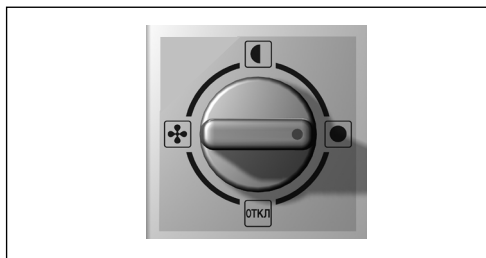

Рисунок 1 – Ручка переключателя режимов работ
Ручка переключателя режимов расположена справа от решетки (рисунок 1, приложение А) и имеет четыре положения, соответствующих режимам работы:
6.3 Установить ручку переключателя режимов (рисунок 1) в положение «ОТКЛ».
7.1.1 Для включения тепловентилятора в режиме вентиляции без включения нагревателей установить ручку переключателя (рисунок 1) в положение «**g**», при этом включаются вентиляторы.